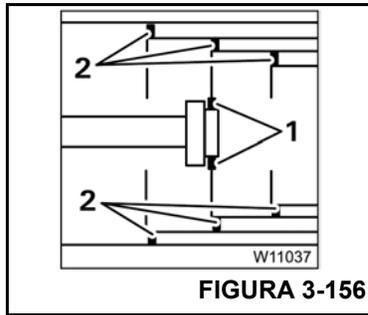

FIGURA 3-156
La pantalla (4) muestra las mismas posiciones que se detallan en la Figura 3-156:
- (1) pasadores de bloqueo en el cilindro telescópico
- (2) pasadores de bloqueo en las secciones telescópicas